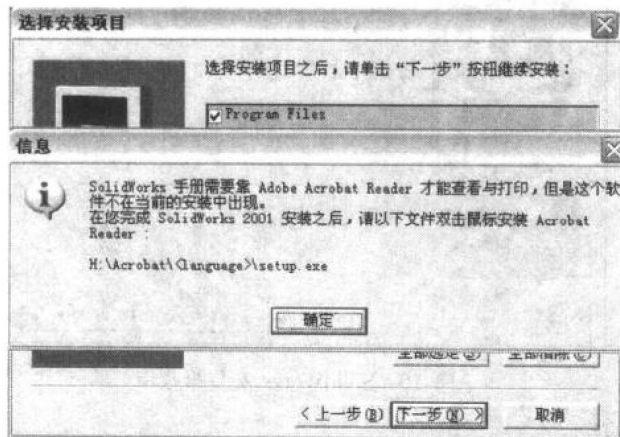

图 1-8 选定安装 Acrobat 阅读器
(6) 选定安装 Acrobat 阅读器与否，如图 1-8 所示。